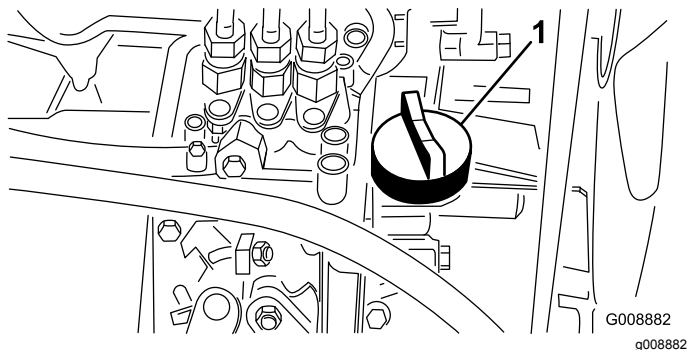

Figura 37
4. Si el nivel de aceite es bajo, retire el tapón de llenado (Figura 37) y añada poco a poco pequeñas cantidades de aceite, comprobando el nivel frecuentemente, hasta que el nivel llegue a la marca de lleno de la varilla.